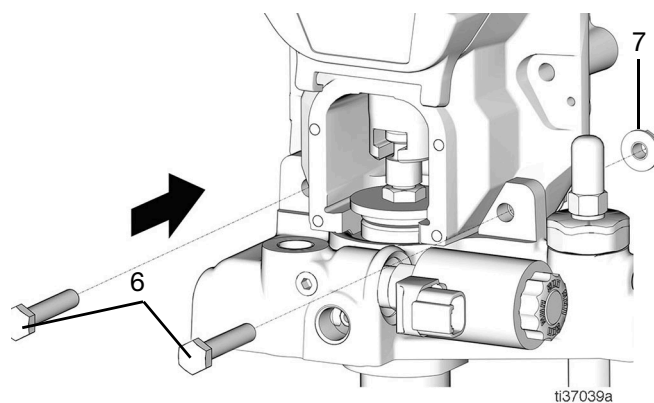

図 68
28. 2つのボルト (6) をポンプアセンブリの中に配置し、ギアヘッドとポンプアセンブリを所定の位置に保持し、2つのナット (7) を軽く締め付けます (図 68)。